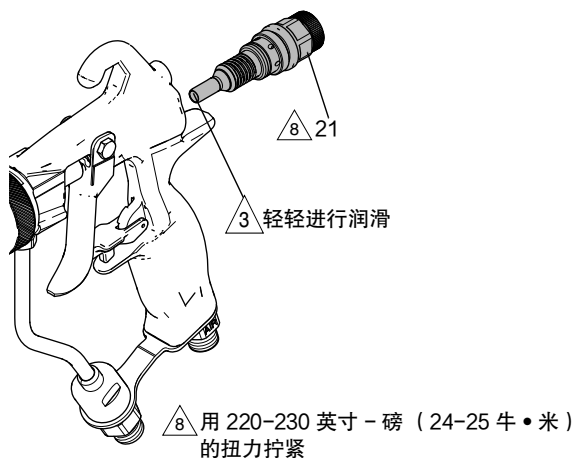

图 43: 空气套筒安装
清洁空气套筒外壳	图 43、第 30
3. 将组件 (21) 从喷枪中滑出。
5. 润滑空气润滑剂喷嘴并将空气筒组件 (21) 旋入喷枪后部。用 220 英寸-磅 (24-25 牛·米) 的扭力拧紧。参见图 43。
7. 润滑空气阀喷嘴 (21a)、并将其旋入喷枪后部。用 220-230 in- 英寸磅 (24-25 牛米) 的扭力拧紧。参见图 43。
2. 使用喷枪工具 (29) 从喷枪背面松开空气套筒组件 (21)。
3. 将空气套筒组件 (21) 从喷枪中拉出。参见图 43。
7. 润滑空气阀 (21a)、并将空气套筒组件 (21) 安装到喷枪后部。用 220-230 in- 英寸磅 (24-25 牛米) 的扭力拧紧。参见图 43。